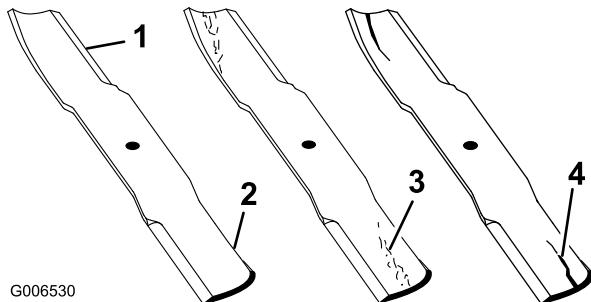

Figure 92
1. Examinez le tranchant des lames (Figure 92). Si les lames ne sont pas tranchantes ou si elles présentent des indentations, déposez-les et aiguisez-les. Reportez-vous à Affûtage des lames (page 60).
2. Inspectez les lames, surtout la partie relevée (Figure 92). Remplacez immédiatement toute lame endommagée, usée ou qui présente une entaille (Figure 92).